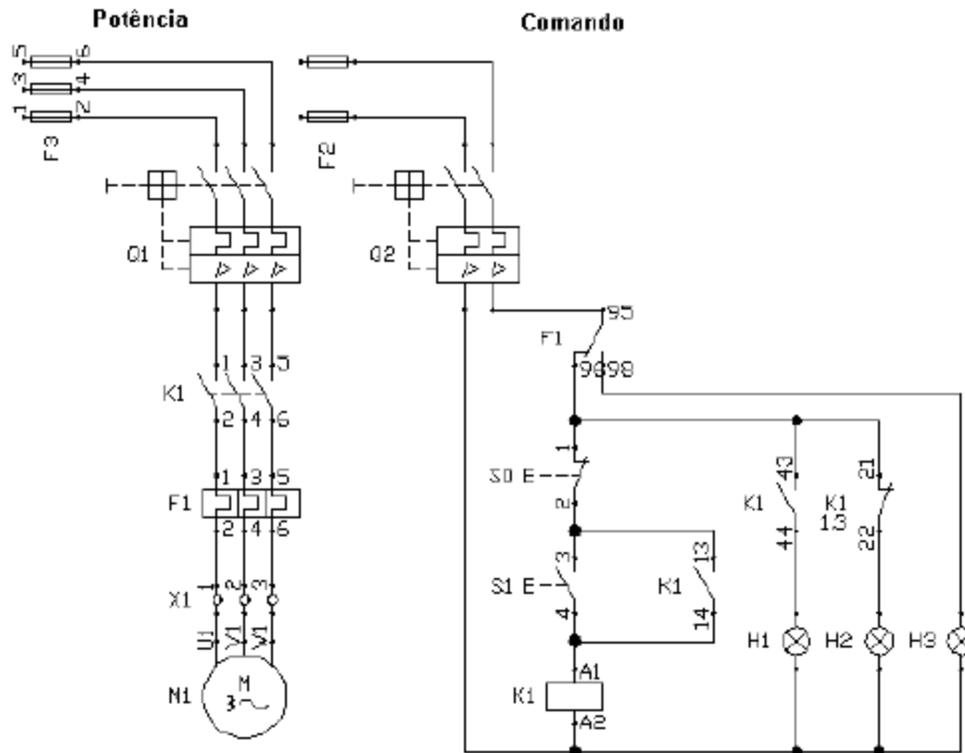

Fig. 7.1 - Circuitos de comando e potência para uma partida direta de motores com sinalização
**7) Partida direta de Motor Elétrico com sinalização (Fig. 7.1)**